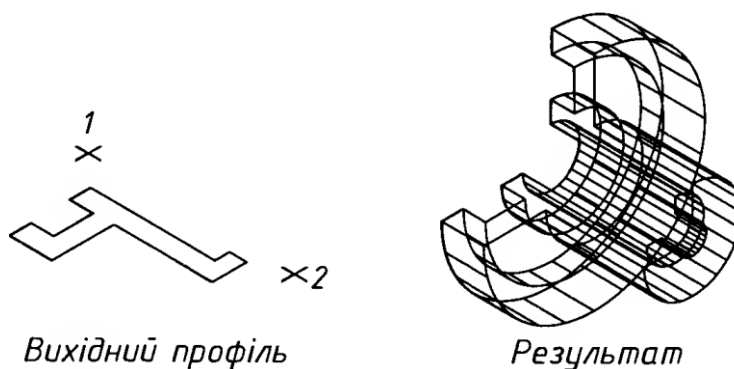

Рисунок 10.3. Побудова об'єктів обертанням контуру
3. Маючи вихідні двовимірний контур, можна одержати на його основі тіла обертання. Команда **ВРАЩАТЬ (REVOLVE)**  дозволяє створити твердотільний об'єкт обертанням двовимірного профілю навколо осі (рис. 10.3).